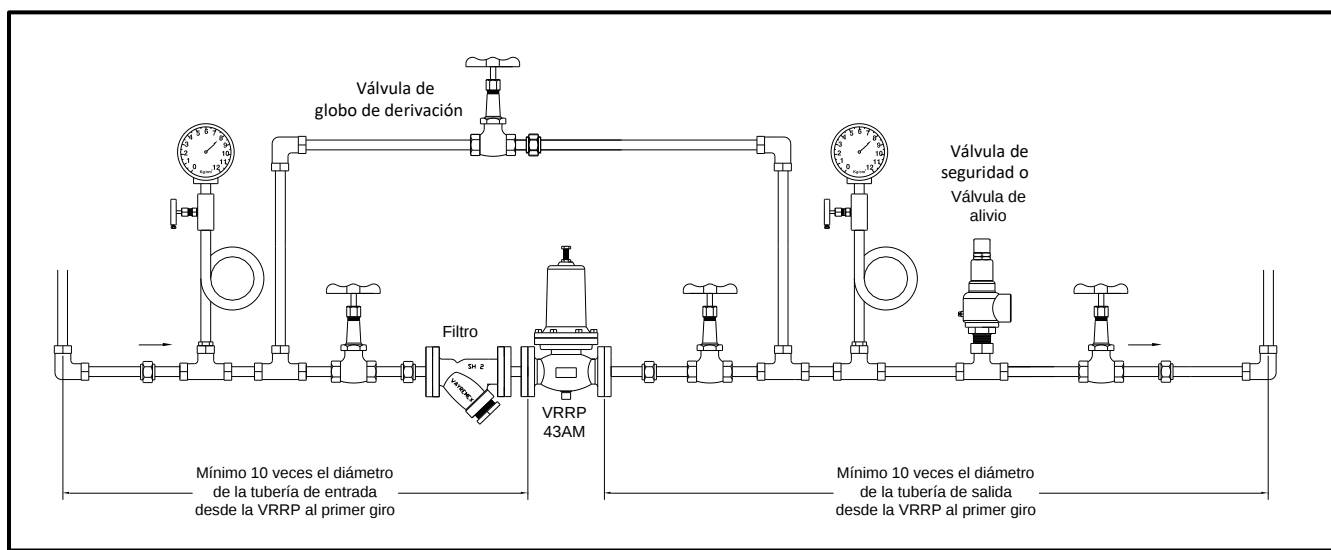

Fig.1 Instalación típica en sistema by pass para aire y agua
5. La tubería con codos de ángulo muy agudos, deben instalarse lejos de la posición de la válvula para evitar la turbulencia y vibración (Ver Fig.1)
9. En la línea de entrada se debe colocar un filtro (con cedazo de 1/16" como mínimo recomendado), para aumentar la protección de su válvula reguladora. Para más detalles consulte nuestro catálogo de filtros. (Ver Fig. 1)